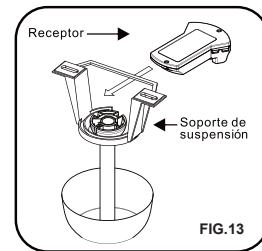

FIG.13
Paso 1. Instale el receptor en la abrazadera de montaje, el lado plano debe quedar hacia arriba. (Fig.13)